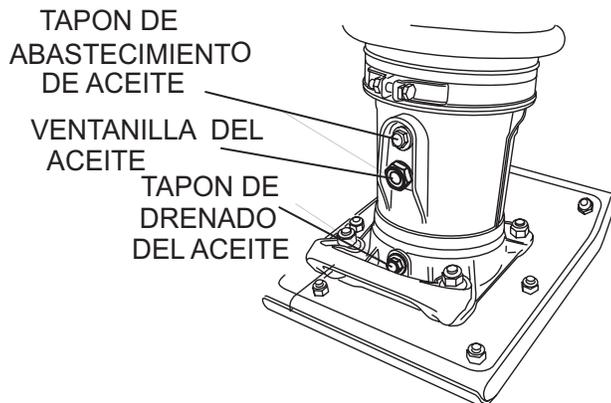

Figura 2. Visor del nivel de aceite de la caja de la zapata
1. Revise el nivel de aceite, a través del visor del nivel de aceite (Figura 2) en la parte trasera del soporte de la zapata.
2. Si el aceite no es visible, agregue aceite de motor 10W-30 SE, SF ó más alto, a través del orificio del llenado del aceite (Figura 2). El baño puede contener aproximadamente 800 cc. (1.7 pintas).